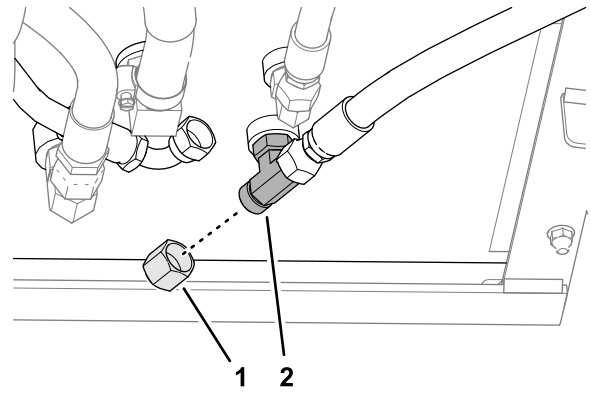

Figure 67
- Placez le capuchon sur le raccord en T, comme montré à la Figure 67.